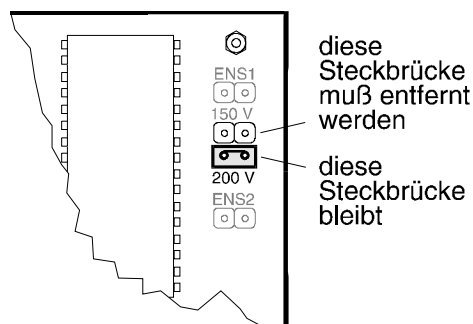

Abbildung 3.8: Steckbrückenkonfiguration für den PV-Eingangsspannungsbereich
- Für diesen Eingangsspannungsbereich muß die Steckbrücke unter der 150 V-Beschriftung entfernt werden (siehe Abb. 3.8). Dieses geschieht durch einfaches Abziehen des Steckers von der Platine. Die Steckbrücke über der 200 V-Beschriftung muß gesteckt bleiben.